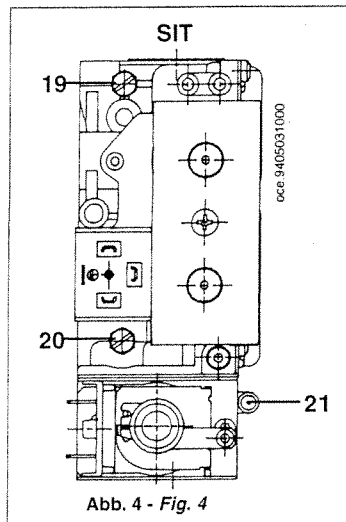

Abb. 4 - Fig. 4
- ein Manometer, möglichst ein Wasser-manometer, an den Düsendruckmeßstutzen (19) des Gasventils (Abb. 4 auf Seite 17) anschließen. Die negative Meßöffnung des gleichen Druckmessers an die Kompensationsbuchse des Heizkessels anschließen. Die Druckmessung an den Brennern, die durch andere Methoden durchgeführt wird, könnte sich als falsch herausstellen, da sie nicht den vom Gebläse der dichten Kammer gebildeten Druck berücksichtigt.
- den Gashahn öffnen und den Drehknopf (2) so drehen, daß der Heizkessel auf (100%) gestellt ist, und sicherstellen, daß der Wärmebedarf auf die höchste Stufe gestellt ist;
- überprüfen, ob der beim Druckverbinder (20) der Gasventils (Abb. 4) gemessene dynamische Förderdruck des Heizkessel korrekt ist (50 Millibar bei Flüssiggas oder 20 millibar bei Erdgas);